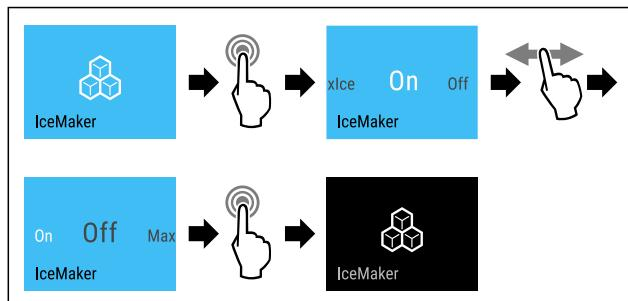

Fig. 20 Ілюстрація активованої функції IceMaker (наведено як приклад)
- Провести етапи операцій (див. Fig. 20).